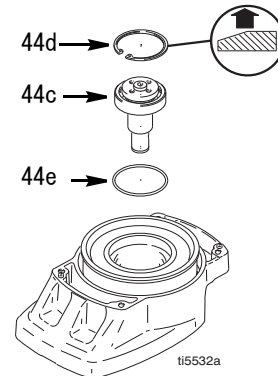

図 . 6
7. 図 . 6. 保持リング (44d) を外します。
6. 図. 6. o-リング (44e) を取り付けます。